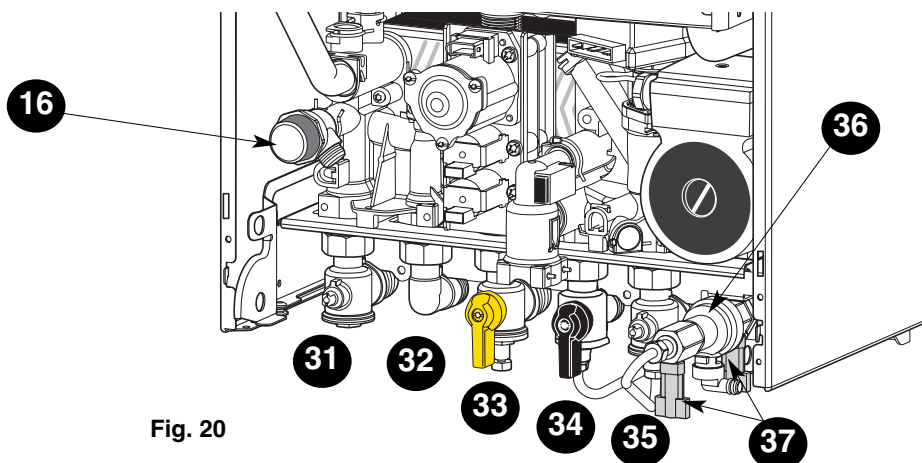

Fig. 20
Robinetterie (fig. 20)
3. Ouvrir le robinet gaz **33** (fig.20).